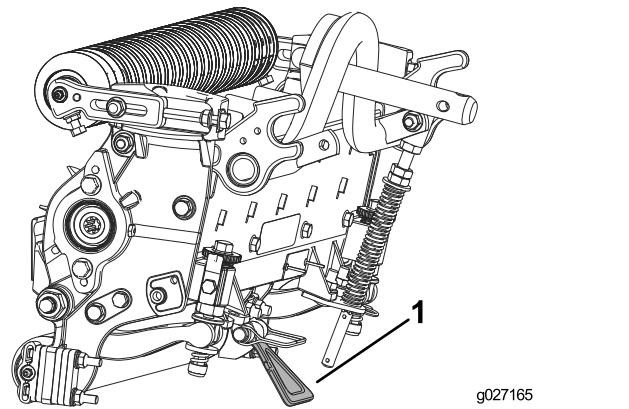

Figure 11
- Important:** Vérifiez que les écrous à l'arrière des vis de réglage de la barre d'appui ne reposent pas sur la surface de travail ; utilisez la béquille (Figure 11).